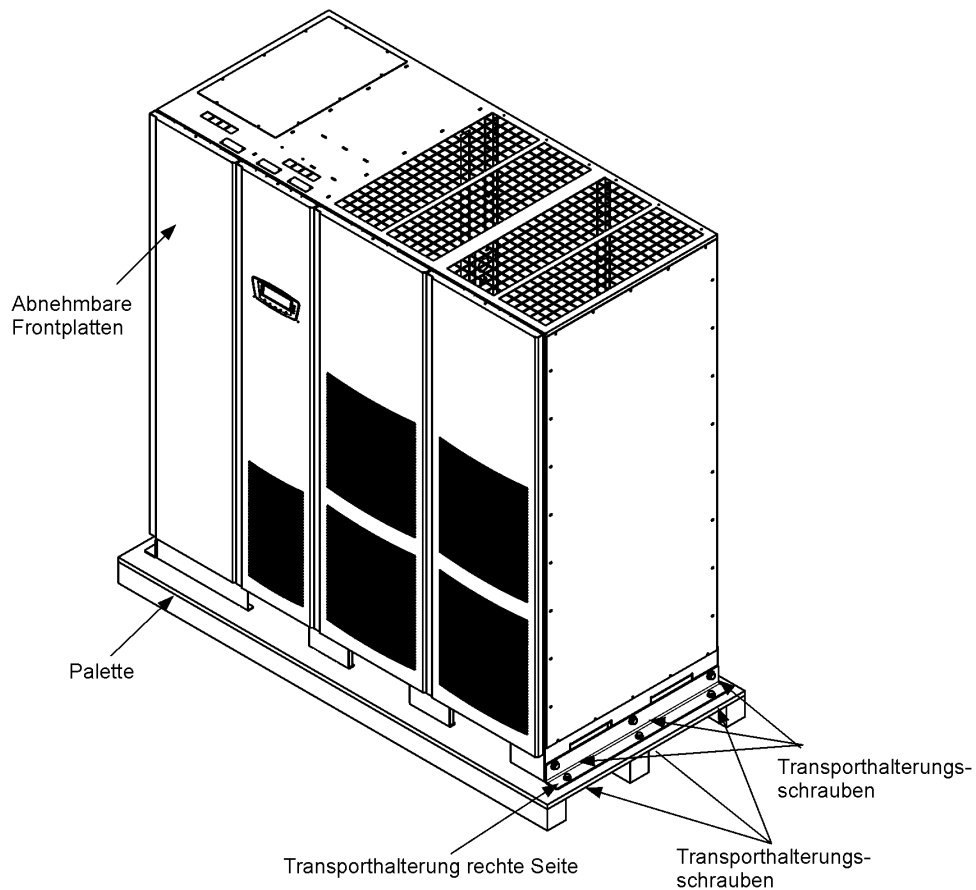

Abb. 3-2. Entfernen der rechten Transporthalterung
3. Entfernen Sie die drei Schrauben, mit denen die rechte Transporthalterung am Schrank befestigt ist, sowie die drei Schrauben, mit denen die Halterung an der Palette befestigt ist (siehe Abb. 3-2). Entfernen Sie die vordere Transporthalterung. Soll der Schrank dauerhaft installiert werden, bewahren Sie die Transporthalterung und die Befestigungselemente zur späteren Verwendung auf.